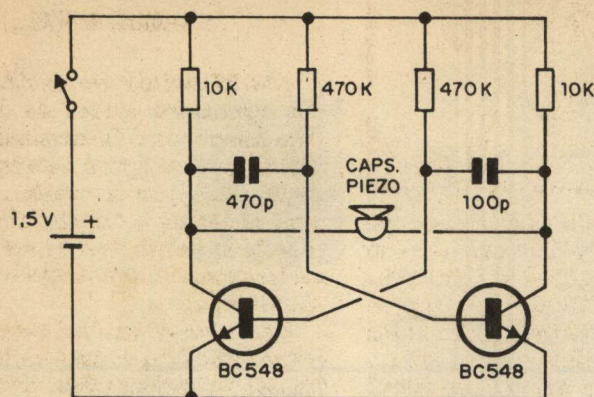

Fig.1
- FIG. 1 - O CIRCUITO - Não dá pra simplificar mais...! São só dois transistores comuns (que admitem várias equivalências, desde que ambos sejam idênticos...), tipo BC548, oscilando numa configuração FLIP-FLOP (astável) super-conhecida... A Frequência fundamental é determinada pelos valores dos capacitores de 470p e 100p (a proporção entre seus valo-